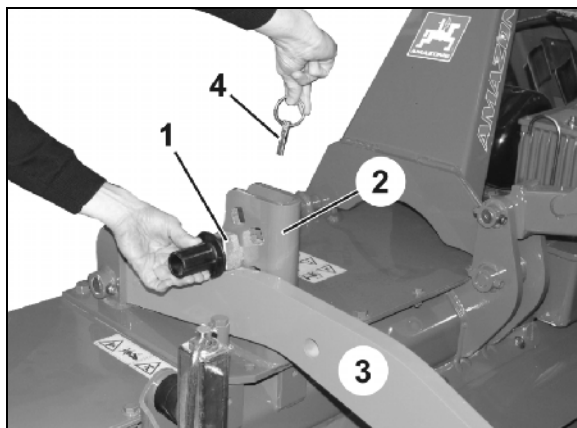

Bild 28
1. Lyft med hjälp av traktorns trepunktslyft markbearbetningsmaskinen nätt och jämt så mycket att bärmarna (Bild 28/3) inte blockerar hålen i bulthållarprofilerna (Bild 28/2) för djupinställningsbultarna (Bild 28/1).
3. Ta ut låssprinten (Bild 28/4).